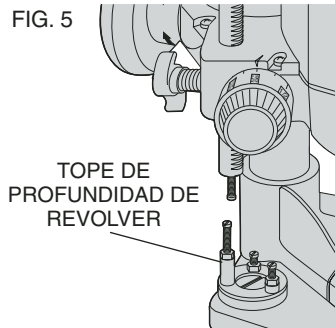

FIG. 5
- 5) Gire la perilla de ajuste de altura en sentido contrario a las manecillas del reloj hasta que haga contacto con el tope de profundidad de revólver (fig. 5).
AJUSTE TRIPLE DE PROFUNDIDAD CON EL TOPE DE PROFUNDIDAD DE REVOLVER (FIG. 5)